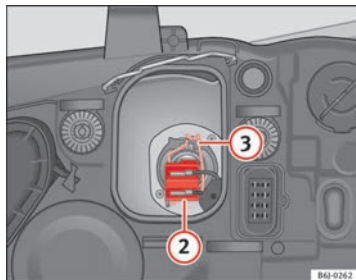

Fig. 153 Feux de croisement
- Retirez le connecteur ⇒ fig. 153 ② de l'ampoule.
- Décrochez le ressort entrebâilleur ⇒ fig. 153 ③ en le pressant vers l'intérieur et vers la droite.